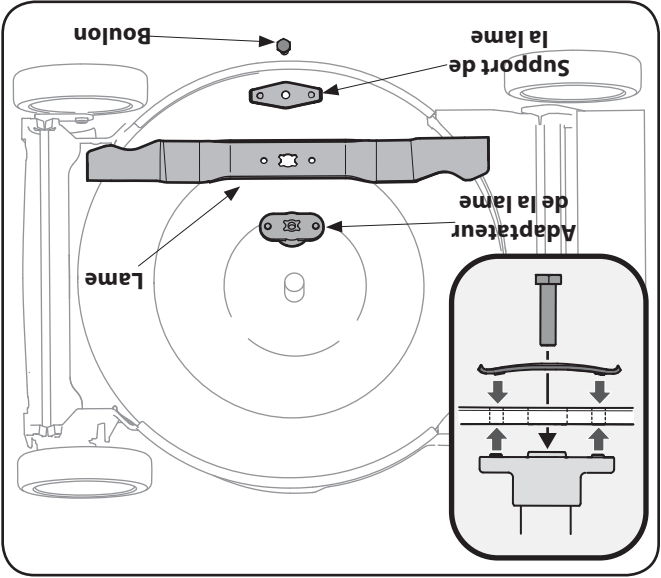

Figure 7-1
2. Enlevez le boulon et le support de la lame qui maintiennent la lame et l'adaptateur sur le vilebrequin. Voir la Fig. 7-1.
3. Dégazez la lame et l'adaptateur du vilebrequin. Voir la Fig. 7-1.
6. Placez le support coudé sur la lame. Alignez les encoches du support coudé avec les petits trous de la lame. Voir le détail de la Figure 7-1.